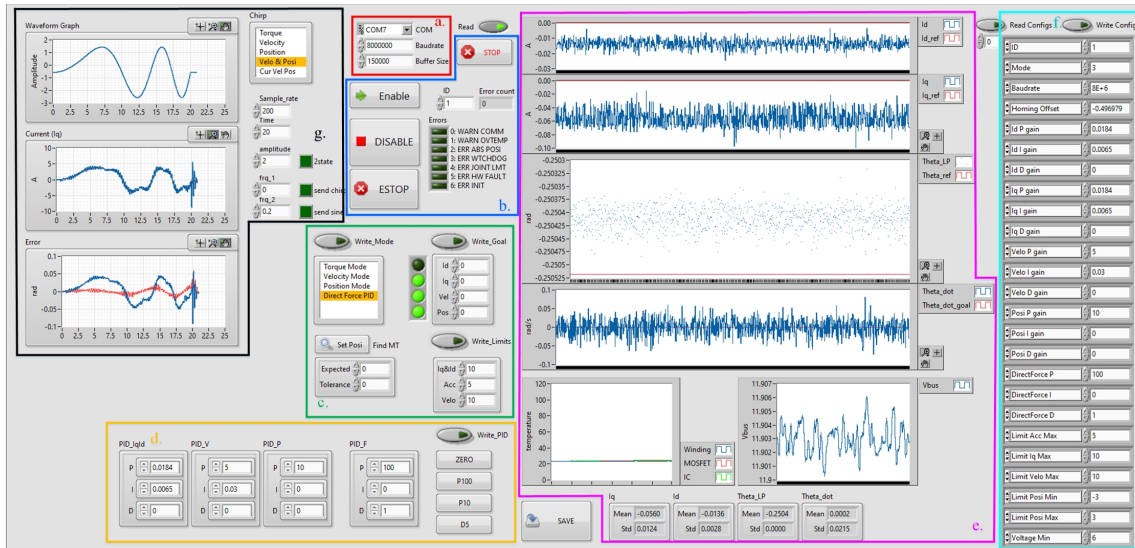

图 20: Data_Ctrl VI 的人机界面。
5) **调校界面:** Data_Ctrl 当使用 LabVIEW 调校和调试您的 BEAR 时,SDK 包中的 Data_Ctrl VI 是一款非常好用的工具,其人机界面如图20所示。接下来将分区域介绍 Data_Ctrl。